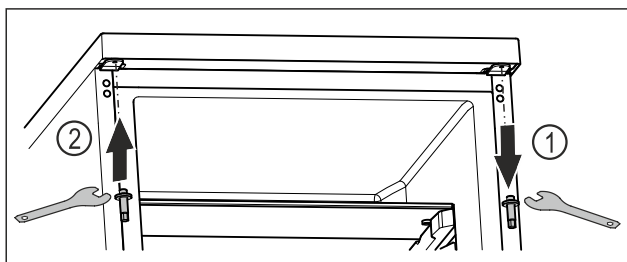

Fig. 14
- ▶ Skru ut den øvre bolten med utvendig sekskantnøkkel. Fig. 14 (1)
- ▶ Skru fast bolten med utvendig sekskantnøkkel på motsatt side. Fig. 14 (2)